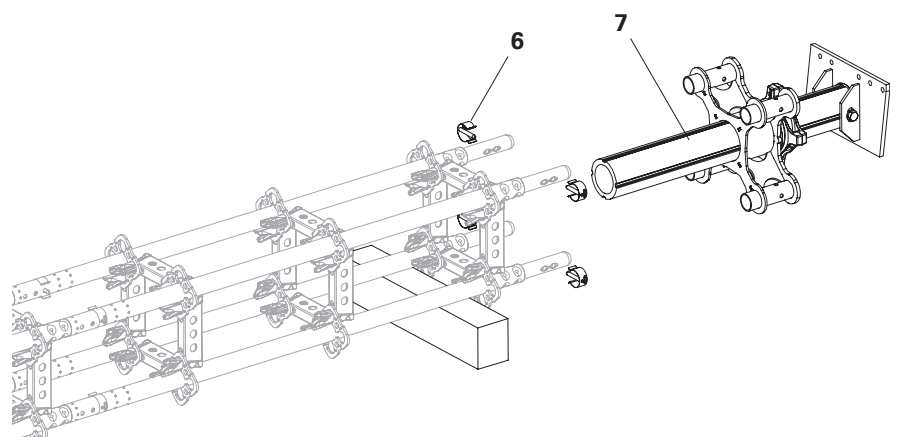

Fig. A2.03
5. Inserire l'albero di testa TR 110-80/55 (7) sui perni dei montanti e collegare saldamente utilizzando i perni di bloccaggio (6). (Fig. A2.03)